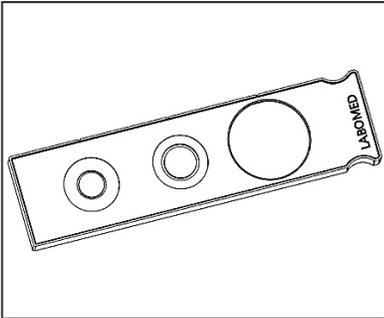

Fig. 9
1. Sostener con el dedo en la parte derecha el control deslizante de fases hacia arriba (con el lado escrito "LABOMED" hacia arriba) y deslizarlo suavemente en la ranura. Como se muestra en la Fig. 9.